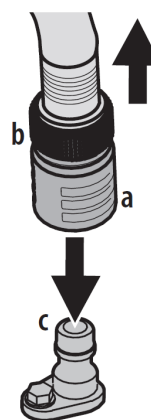

Figure 30
- ワンタッチコネクタ (b) のロックカラー (a) を引き戻し、ワンタッチコネクタをデッキウォッシュノズル (c) に押し込みます。ロックカラーを解放して、デッキウォッシュノズルのコネクタをロックします。図30